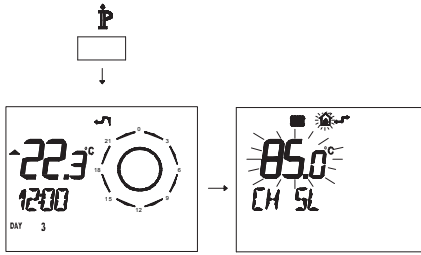

Figura 5.34
- Premere per più di 3 secondi il pulsante **IP** para per entrare in modalità **INFO** (Figura 5.34).